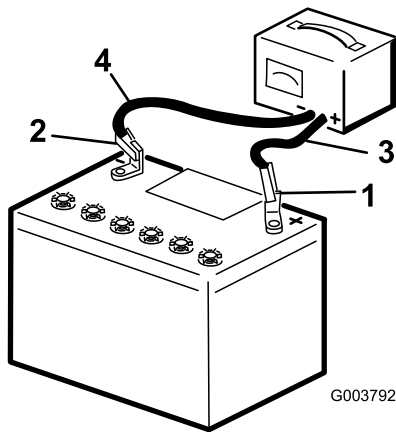

Bild 37
3. Laden Sie die Batterie 10 bis 15 Minuten lang mit 25 bis 30 A oder 30 Minuten lang mit 4 bis 6 A (Bild 37). Überladen Sie die Batterie nicht.
4. Wenn die Batterie voll geladen ist, ziehen Sie den Stecker des Ladegeräts aus der Dose. Klemmen Sie dann die Klemmen des Ladegeräts von den Batteriepolen ab (Bild 37).